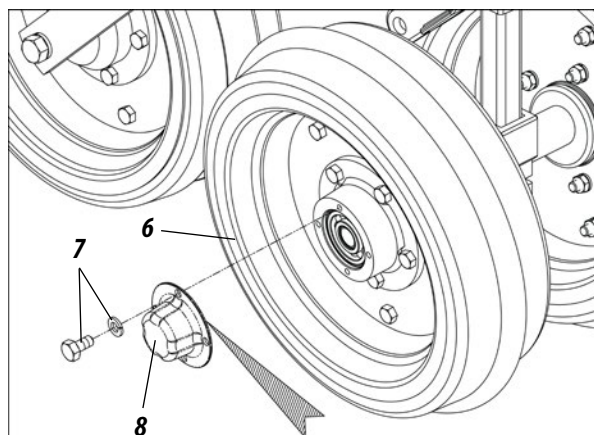

Figura 51
02 - En las ruedas oscilantes (6) suelte los tornillos y arandelas (7), retire el tapacubos (8) e introduzca grasa nova. Recoloque el tapacubos en la rueda y fíjela con los tornillos y arandelas (8), según muestra la figura 51.